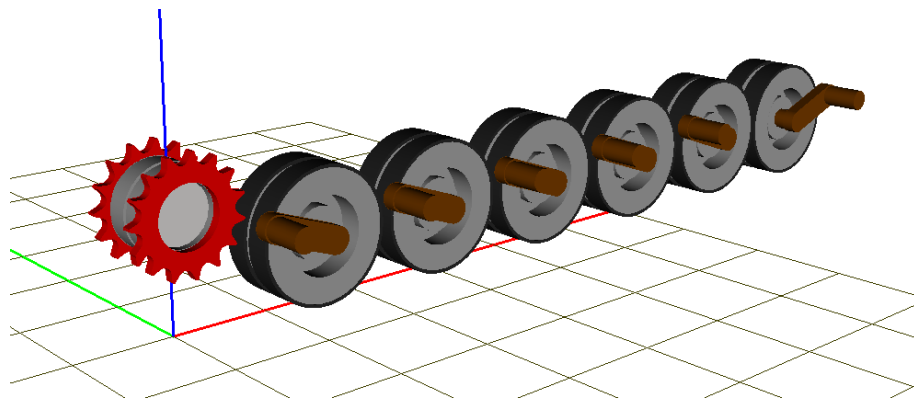

图 1.12
3. 点击 **Generate**，将主动轮添加到当前模型，如图 1.12 所示。